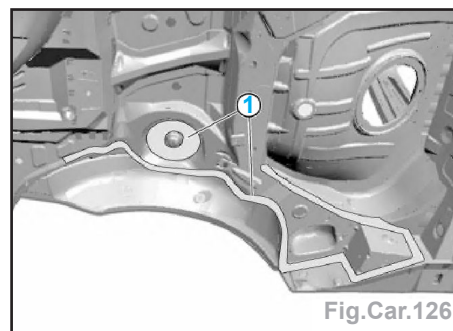

Fig.Car.126
- les cordons de soudure dans les zones (1) (Fig.Car.126),
- les zones (1) en bouchon ou par points (Fig.Car.126),